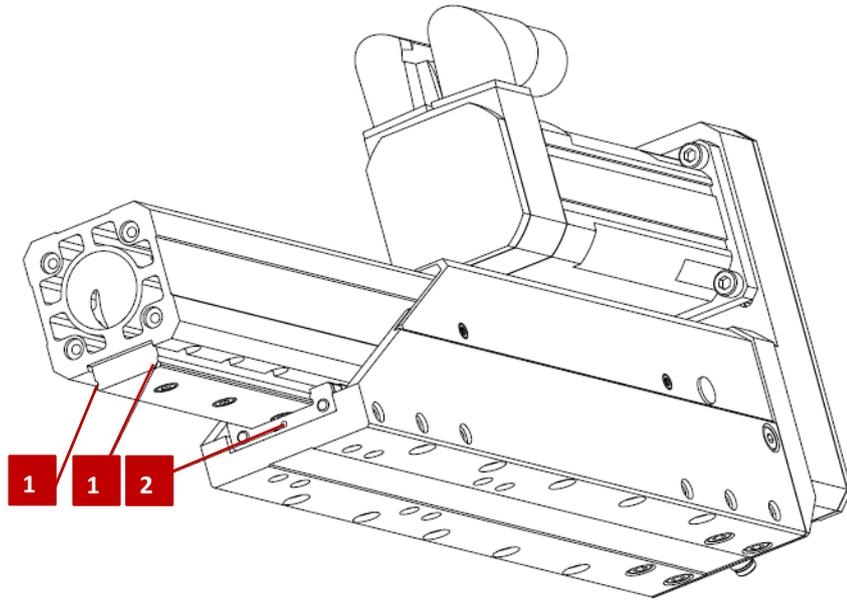

Abb. 13 Spindelausleger – Schmiernippel Linearführung
4. Laufbahnen der Linearführung (Abb. 13, 1) schmieren, so dass ein gleichmäßiger Schmierfilm aufgetragen wird.